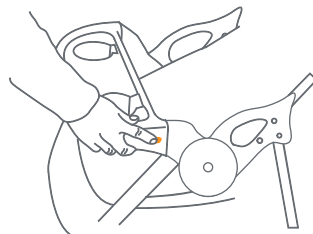

Fig. 12a
- 12)** • To access the child seat: press inward on left side tray release button and rotate upward on the tray (Fig. 12a).
- Para acceder al asiento para niños: Oprima el botón a presión rojo que está a la derecha y ejerza presión hacia arriba. La bandeja para niños se levantará y girará hacia arriba para permitir el acceso al asiento (Fig. 12a).